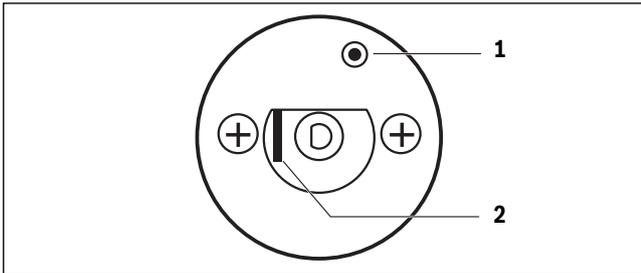

Bild 3 Auslösen Sicherheitstemperaturbegrenzer
- ▶ Hebel oder Taste (je nach Reglertyp) mit Schraubendreher o. Ä. nach hinten drücken und so lange gedrückt halten, bis der Sicherheitstemperaturbegrenzer auslöst (→ Bild 3).